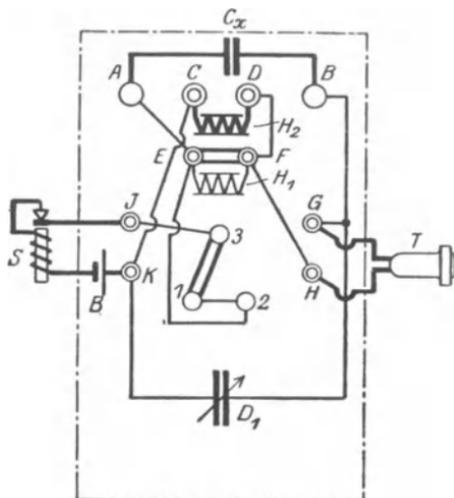
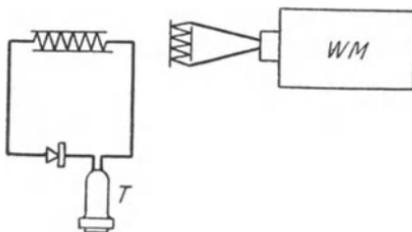
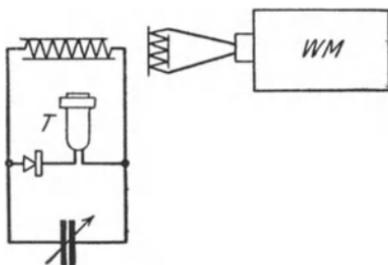
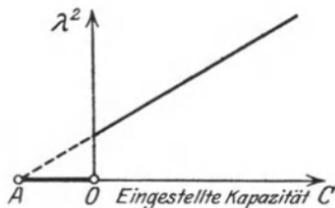

Abb. 16. Kapazitätsmeßbrücke.
Abb. 19. Messung der Eigenwelle von Spulen.
Abb. 20. Messung der Eigenkapazität von Spulen.
Abb. 21. Diagramm zu Abb. 20.
d) Messung von Kapazitäten. Die Schaltung Abb. 16 zeigt die Verwendung des Gerätes als Kapazitätsmeßbrücke. Sie dient dazu, um die Kapazität von Blockkondensatoren bzw. Drehkondensatoren zu messen. Die unbekannte Kapazität wird zwischen den Klemmen „A“ und „B“ eingeschaltet und in die Buchsen
g) Messung der Eigenkapazität der Antenne. Die grundsätzliche Schaltung ist dieselbe wie in Abb. 16 (Kapazitätsmeßbrücke). In die Klemme „ A “ wird die Antenne, in die Klemme „ B “ wird die Erde eingeschaltet. Durch Verdrehen des Drehkondensators „ D_1 “ ergibt sich, wie früher, die Eigenkapazität.
h) Messung der Eigenwelle einer Honigwabenspule. Man schaltet parallel zur Spule (Abb. 19) einen Detektor und einen Hörer.
i) Messung der Eigenkapazität von Spulen (Abb. 20). Man stellt einen Schwingungskreis aus der zu messenden Spule und einem Drehkondensator, dessen Skala vorher nach Abb. 16 geeicht werden muß, her und schaltet parallel dazu Detektor und Hörer. Nun erregt man mit Hilfe des Wellenmessers diesen Schwingungskreis und sucht für eine bestimmte Stellung des Drehkondensators des Schwingungskreises das Maximum der Lautstärke durch Verdrehen des Kondensators „ D_1 “ im Wellenmesser auf. Dies wiederholt man für drei oder vier Stellungen des Kondensators „ C “. Wenn man nun in einem Diagramm Abb. 21 auf der X -Achse die am Drehkondensator „ C “ des Schwingungskreises
m) Messung von Induktivitäten. Die Induktivität einer Spule wird nach dem Resonanzverfahren gemessen. Zu diesem Zwecke stellt man die Anordnung Abb. 19 (Eigenwelle von Spulen) auf. Ferner muß die Eigenkapazität der Spule (nach Abb. 20) bekannt sein. Nun ist die Induktivität gegeben durch die Formel: